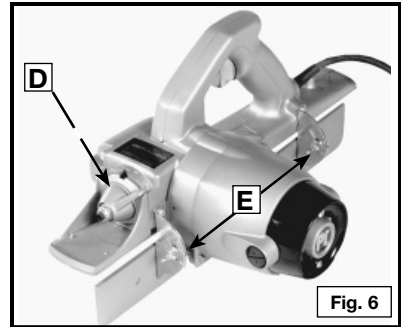

Fig. 6
El ajuste de la profundidad de corte se hace al avanzar la palanca de profundidad, (D) Fig. 6, la cual se encuentra en la parte delantera de la cepilladora. Las graduaciones son de 1/64 de una pulgada (0.4 mm). Si usted quiere quitar 1/32" (0.8 mm) de una tabla o de una puerta ponga la palanca en la posición de "1". Se hace un corte de 1/64" (0.4 mm) colocando la palanca en medio del "0" y el "1". Un corte de 3/64" (1.2 mm) se hace poniendo la palanca en el medio del "1" y el "2". Cada línea de graduación cambia el corte por 1/64" (0.4 mm). El otro ajustamiento de la cepilladora es el del ángulo entre la guía y la suela (solera inferior). Este ajustamiento de bisel se mide por dos bisagras (charnelas) graduadas y está sujetado por tuercas de orejas (mariposas), (B) Fig. 6. Alinee las dos bisagras al mismo ángulo antes de apretar las tuercas.